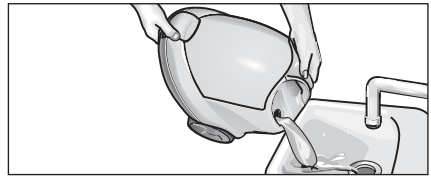

Abb.12: Kessel ausspülen
- Füllen Sie den Kessel mit Wasser und schütten ihn kräftig durch (Dadurch lösen sich Kalkrückstände, die sich auf dem Boden des Kessels abgesetzt haben). Gießen Sie dann das Wasser aus, indem Sie das Gerät zur Ecke mit dem Einfülltrichter kippen (siehe Abb. 12).
- Schütten Sie das restliche Wasser vollständig aus dem Kessel (s. Abb. 12).